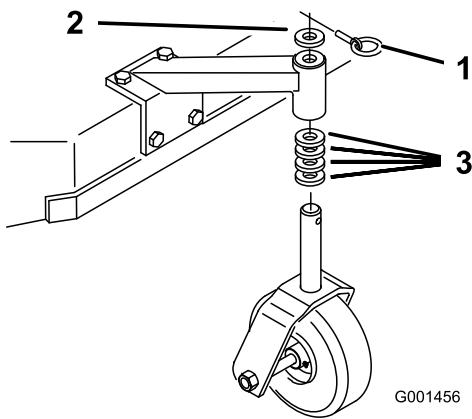

Figura 17
- Ajuste os espaçadores da roda para coincidirem com o orifício do eixo selecionado (Figura 17); consulte Tabela da altura de corte \(página 21\).
- Retire o pino de bloqueio, faça deslizar a roda do suporte e mude os espaçadores (Figura 17).
- Instale a roda no suporte e insira o pino de bloqueio (Figura 17).